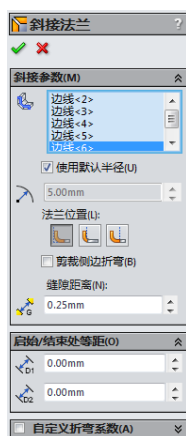

图 7-28 拾取斜接法兰其他边线
(3) 单击鼠标拾取钣金零件的其他边线,结果如图 7-28 所示。然后单击“确定”按钮,最后结果如图 7-29 所示。